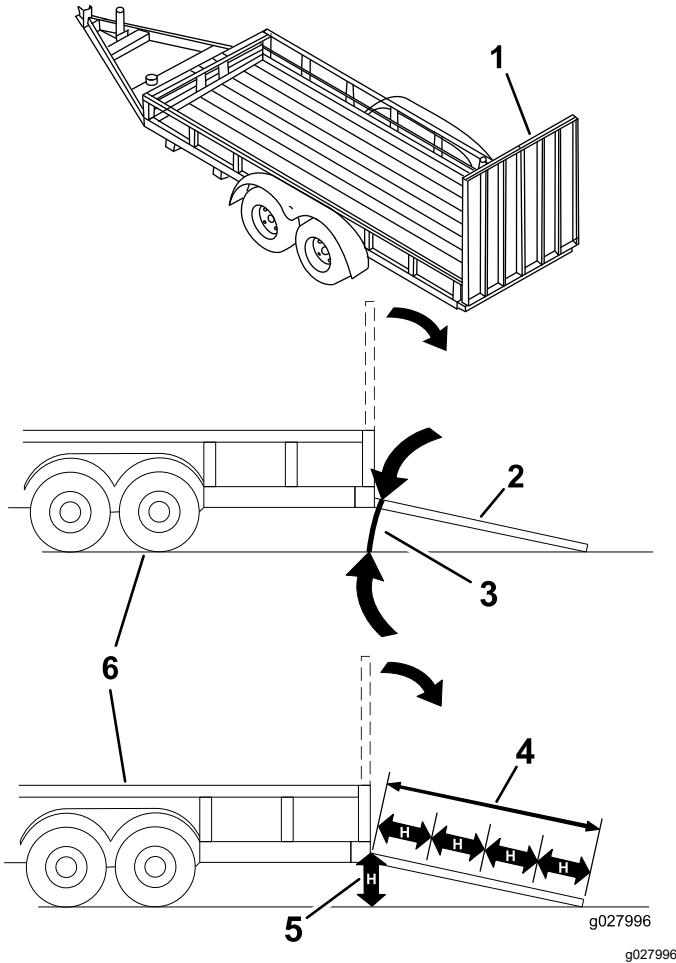

Figura 27
El cargar la máquina en un remolque o un camión aumenta la posibilidad de un vuelco y podría causar lesiones graves o la muerte (Figura 27).
3. Baje la rampa, asegurándose de que el ángulo entre la rampa y el suelo no supera los 12 grados (Figura 27).
1. Baje la rampa, asegurándose de que el ángulo entre la rampa y el suelo no supera los 12 grados (Figura 27).